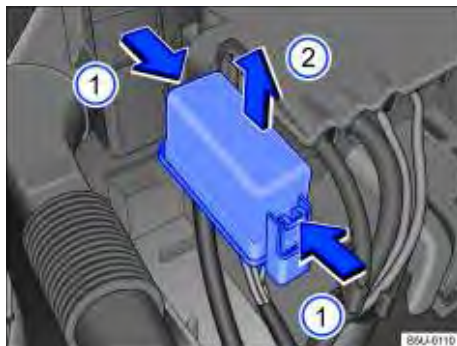

Fig. 165 No compartimento do motor: cobertura da caixa de fusíveis.
- Pressionar as travas no sentido da seta ⇒ Fig. 165 ①, para desbloquear a cobertura da caixa de fusíveis.
- Remover a cobertura por cima, no sentido da seta ②.
- Para a **instalação**, colocar a cobertura sobre a caixa de fusíveis. Pressionar a cobertura para baixo, no sentido contrário da seta ②, até que trave de forma audível.